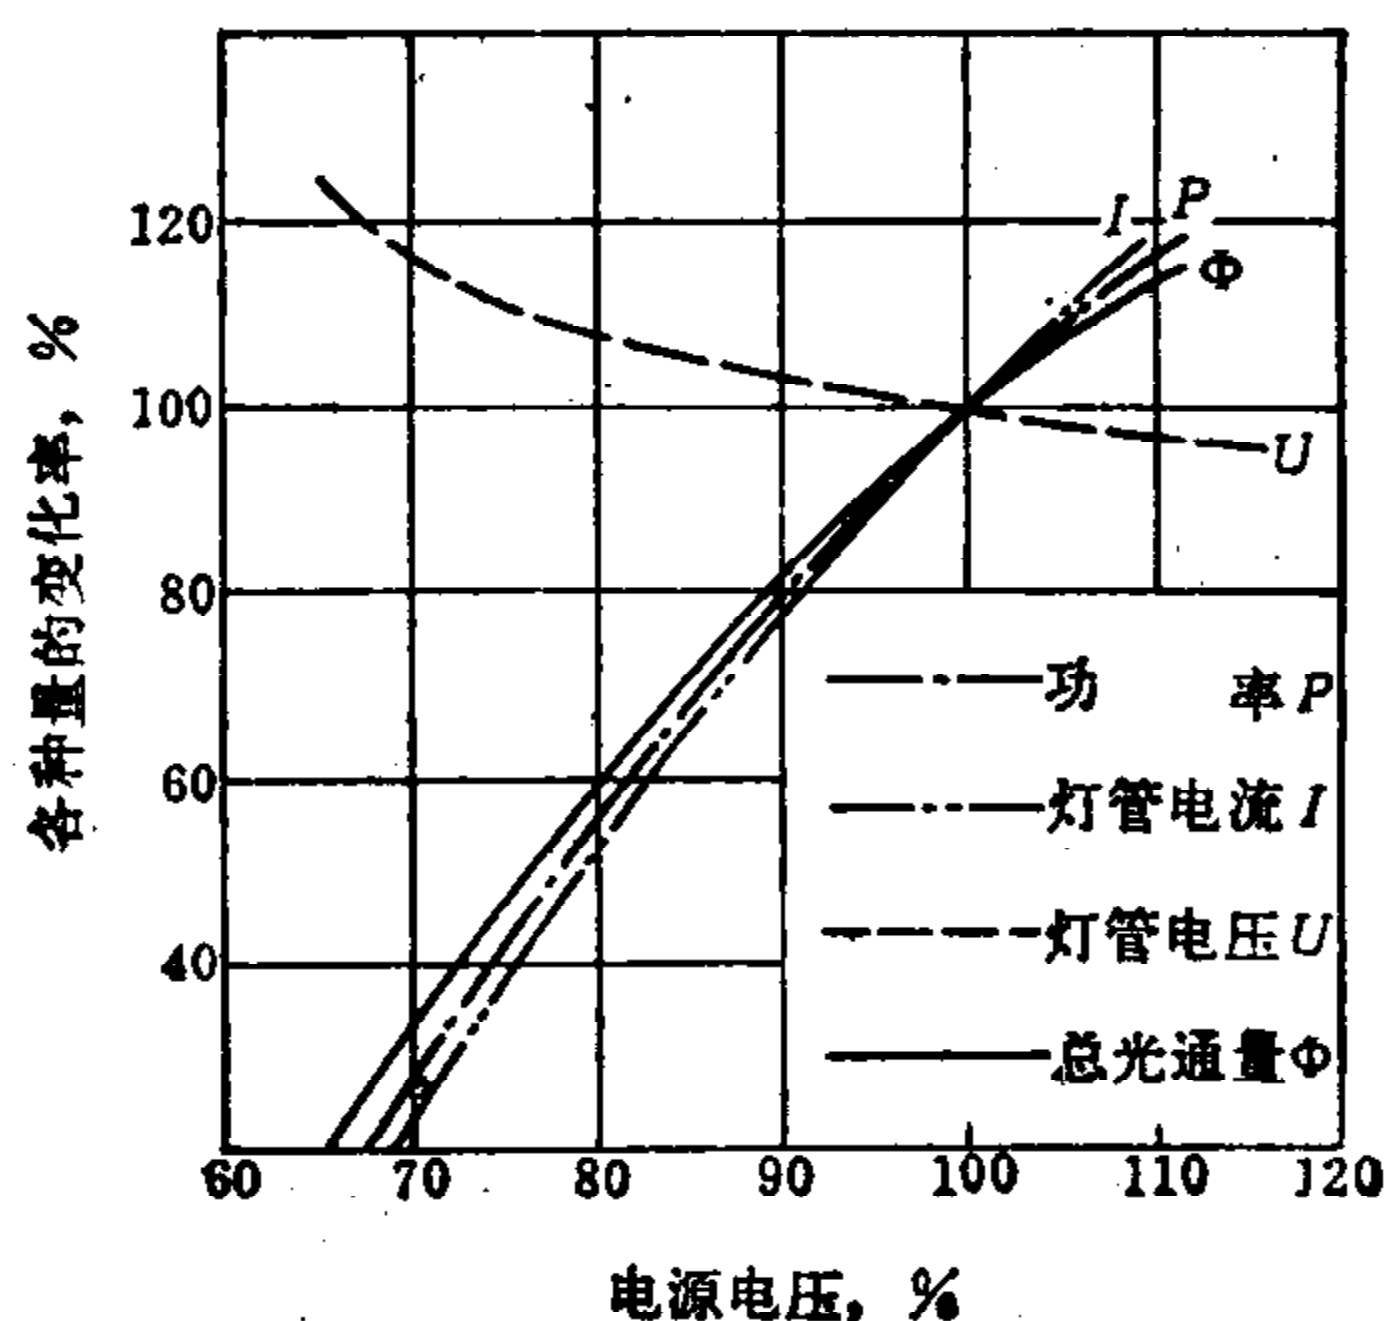

图 39-2-4 电源电压变化对 40 W 荧光灯光电参数的影响
(1) 电源电压的变化不宜超过  $\pm 5\%$ ，若电压变化太大，将影响灯的光效和寿命。电源电压的变化对 40 瓦荧光灯光电参数的影响见图 39-2-4。